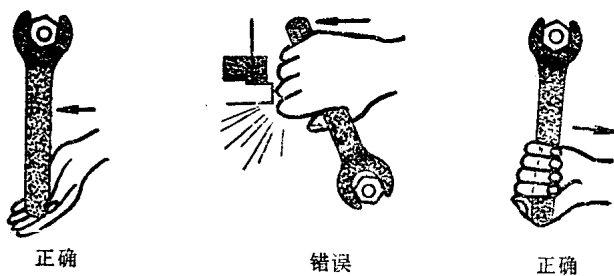

图13 扳手的运用
5.在使用扳手时，最好的效果是拉动，而不要推动；倘若必须要推动时，亦只能用手掌来推动，以防止螺栓突然松动时，碰伤手指（如图13）。